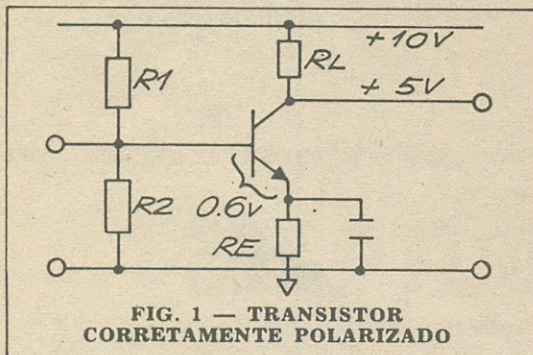

FIG. 1 — TRANSISTOR CORRETAMENTE POLARIZADO
2.^a Dica: Modifique o sinal de controle e veja se o circuito responde adequadamente. Como exemplo, a fig. 1 mostra um transistor NPN de silício polarizado de maneira a apresentar 5V de tensão de coletor (circuito amplificador). Agora remova a polarização direta da junção base-emissor, colocando em curto esta junção, conforme a figura 2.